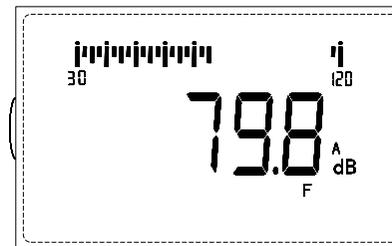

图5
1) 按计权按钮使显示器显示“C”, LCD上显示的就是“C”声级的测量值。按“计权”按钮使显示器显示“Lin”, LCD上显示的就是“线性声压级”的测量值。见图5。
3) 时间计权快 (F)、慢 (S)、脉冲 (I) 的选择一般采用快档“F”, 如果读数变化较大, 可采用慢档“S”时间计权。特殊要求时使用脉冲 (I) 测量, 见图5。